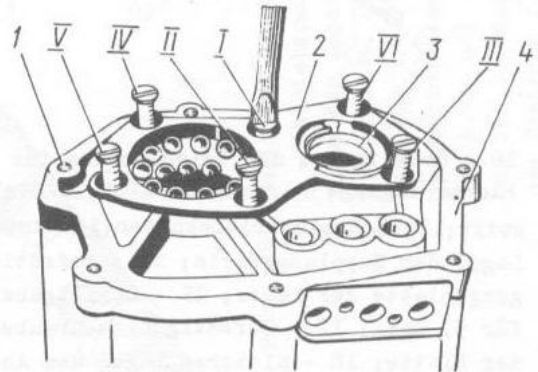

Bild 3-67. Aus- und Einbau der Befestigungsplatte für Lager:
- Schrauben 1 (Bild 3-67) losdrehen, Befestigungsplatte 2 der Lager entfernen und den hin-